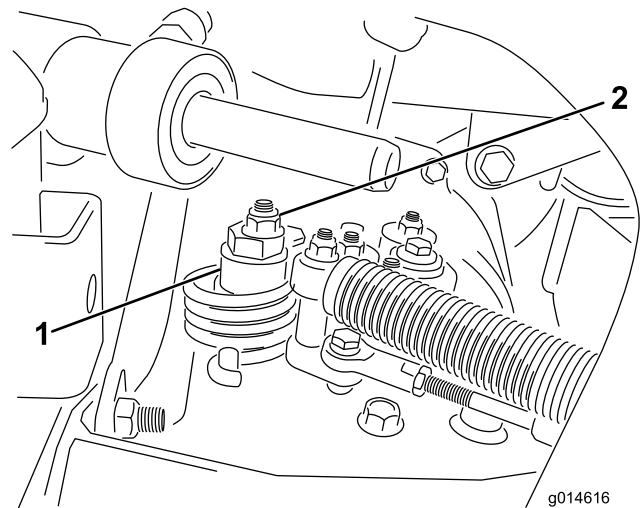

図 3
- A. 偏芯ナットをハイドロスタット上部に止めているナットをゆるめる（図 3）。
- D. 車輪がどちらの方向にも回転しなくなるように、偏芯ナットを回して調整する。車輪がどちらの方向にも回転しなくなったら、ロックナットを締めて偏芯ナットの調整を固定する（図 3）。